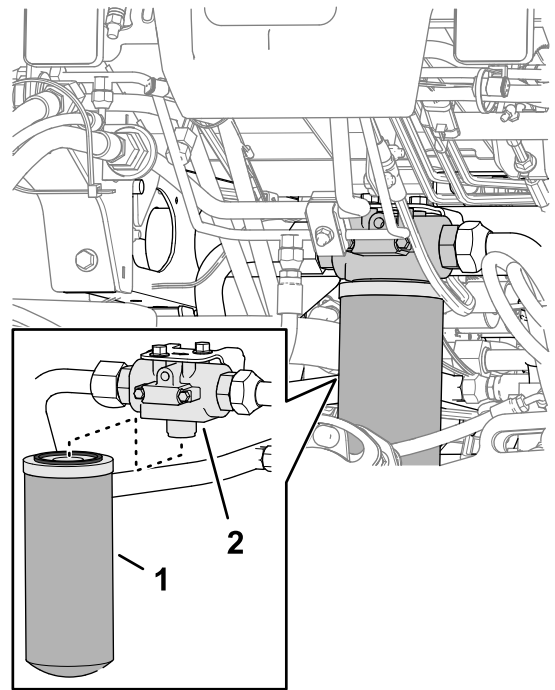

Figure 102
2. Placez un bac de vidange sous le filtre de retour, à l'avant de la machine (Figure 102).